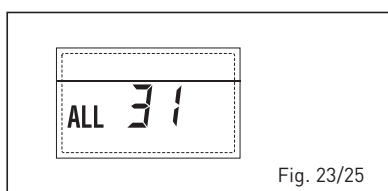

Fig. 23/25
**- ANOMALÍA CONFIGURACIÓN INSTALACIÓN TRES ZONAS "ALL 32" (fig. 23/26)**